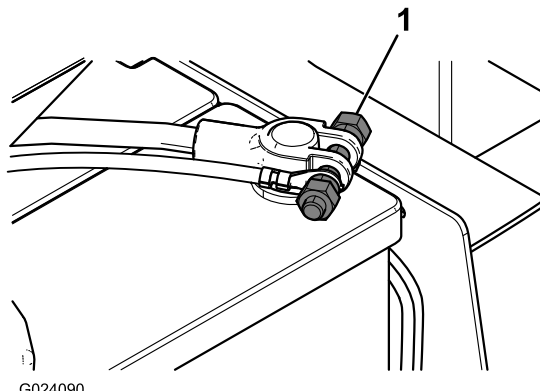

図 18
- バッテリー端子についている既存の金具を外して、ダブルナットボルトを取り付ける 図 18。